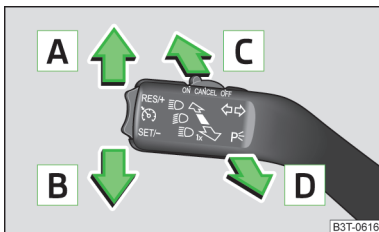

Fig. 50
- Tirez la manette de clignotant et de feux de route (» fig. 50 à la page 73) vers le volant et poussez-la simultanément vers le bas, puis maintenez-la dans cette position.
Réglages de la manette de commande » fig. 50